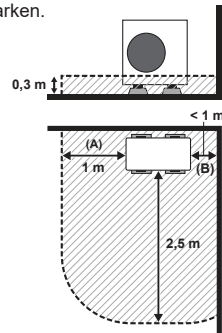

Fig. 3-4
- (3) När den installeras på en plats med 2 öppna sidor (där avståndet mellan enhetens ena sida och väggen är mindre än 1 m, t.ex. i hörnet på en vägg) (Fig. 3-4)
Om avståndet mellan en sida på enheten och väggen är mindre än 1 m gäller samma villkor som i Fig. 3-4.